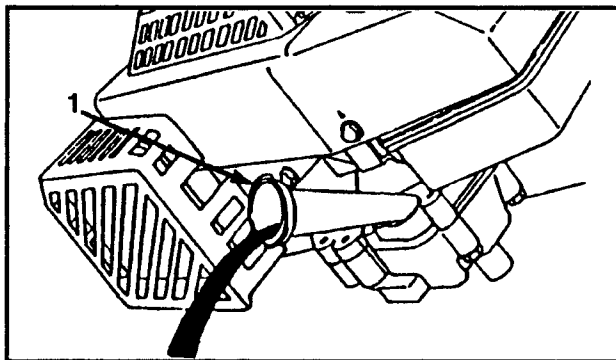

Figure 20
4. Basculer la tondeuse sur son côté gauche pour permettre à l'huile de s'écouler dans le bac (fig. 20).